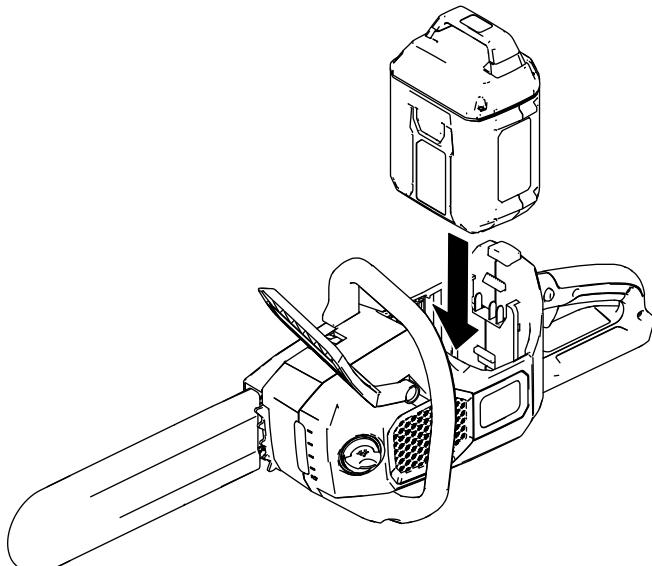

Bild 7
3. Flüchten Sie die Zunge des Akkupacks mit dem Akkupackfach in der Kettensäge aus (Bild 7).